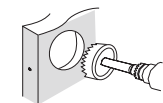

Figura 3a
- Taladre un agujero de 2-1/8" (54mm) a través del frente de la puerta como aparece marcado para una cerradura (Figura 3a).